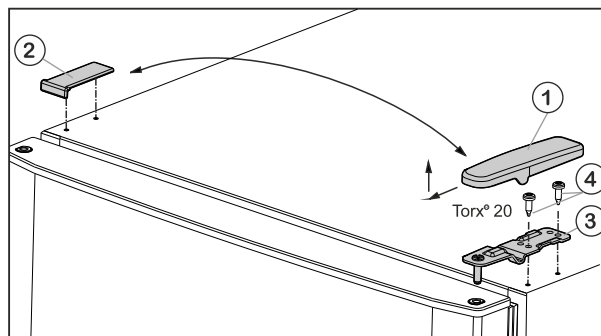

Fig. 5
- ▶ Előre és felfele húzza le a fedelet Fig. 5 (1).
- ▶ Emelje le a fedelet Fig. 5 (2).
- ▶ Csavarozza le az Fig. 5 (3) felső csapágybakját (2 x Torx® 20) Fig. 5 (4), és felfele húzza le.
- ▶ A felső ajtót helyezze a középső csapágybakra (13).
- ▶ A felső csapágybakot Fig. 5 (3) helyezze a csuklópánt új oldalára.
- ▶ A felső csapágybakot **erősen (4 Nm-es nyomatékkal)** csavarozza fel – (2 db Torx® 20) Fig. 5 (4). Adott esetben használjon akkus csavarhúzót.
- ▶ A fedelet Fig. 5 (1) kívülről helyezze fel az ellenkező oldalra és pattintsa be.
- ▶ A fedelet Fig. 5 (2) mindig felülről helyezze fel az ellenkező oldalra és pattintsa be.